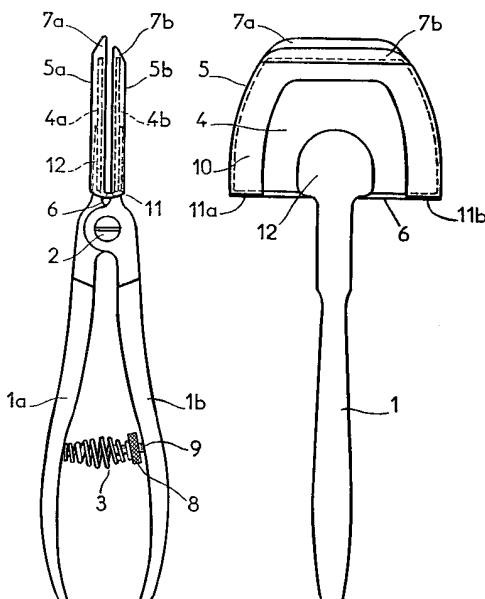

Рис.11
**Плоскогубцы для поворота плоских и тонких дисков** описаны в патенте США 4461193 (1984 г.). Плоскогубцы (рис.11) имеют захваты 4a и 4b, связанные с рукоятками 1a и 1b и поворачивающиеся друг относительно друга на винте 2. Между рукоятками 1a и 1b имеется пружина 3, натяжение которой регулируется винтом 8, закрепленным на выступе 9. Захваты 4a и 4b имеют тонкие и плоские лапы 5a и 5b с коническими концами 7a и 7b. Пользователь слегка разводит рукоятки 1a и 1b, вводит захваты в щель и охватывает тонкий диск. При отпускании рукояток пружина 3 фиксирует захватами диск, после чего диск можно вынимать из щели.